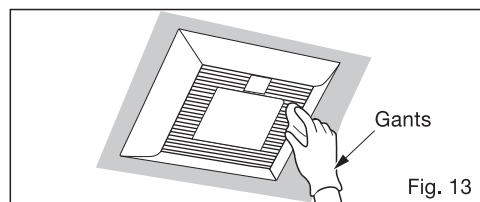

Fig. 13
1. Nettoyez la grille. (Ne la placez pas dans de l'eau chaude. Utilisez un détergent non abrasif et essuyez avec un chiffon propre.) (Fig. 13)